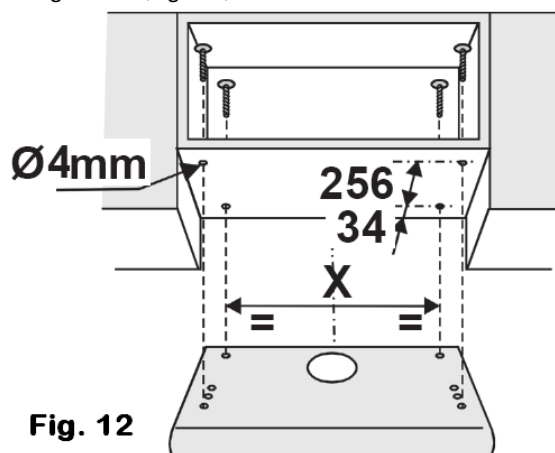

Fig. 12
- 2) Marque a continuación los lugares de los agujeros de fijación teniendo como referencia las medidas indicadas en el esquema siguiente (fig. 12).
- 2) Marque los lugares de los agujeros de fijación respetando las medidas indicadas en la fig. 12 (ver el epígrafe *Fijación por debajo de un mueble alto en modo evacuación del aire hacia el exterior*).